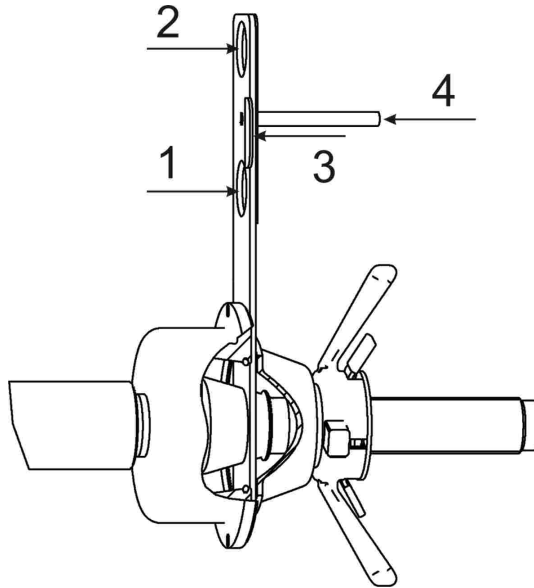

Рисунок 8.2
*По запросу программы вставить наконечник первой линейки в углубление 1, рисунок 8.2 (диаметр 380 мм). Удерживая ее в этом положении, нажать клавишу*
По запросу программы вставить наконечник первой линейки в углубление 2, рисунок 8.2 (диаметр 580 мм). Удерживая ее в этом положении, нажать клавишу **ГОТОВО** ✓. Отвести первую линейку в исходное положение.